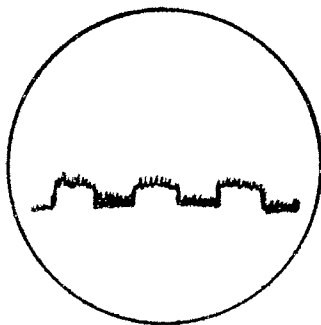

Fig 11.
Känsligheten skall vara bättre än 77 dB under 0,1 V vid signal/brus förhållandet 2:1. Se fig 11. Anteckna värdet i mätprotokollet.
50. Anslut en krokodilklämma över kontaktgruppen i alarmreläet A5 i mottagarens kraftenhet, så att onödiga frånslag av fyren förhindras. Innan alarmkretsarna inställs kontrolleras mottagarkänsligheten. Känsligheten skall vara bättre än 77 dB under 0,1 V vid signal/brusförhållanden 2:1. Se fig 11.